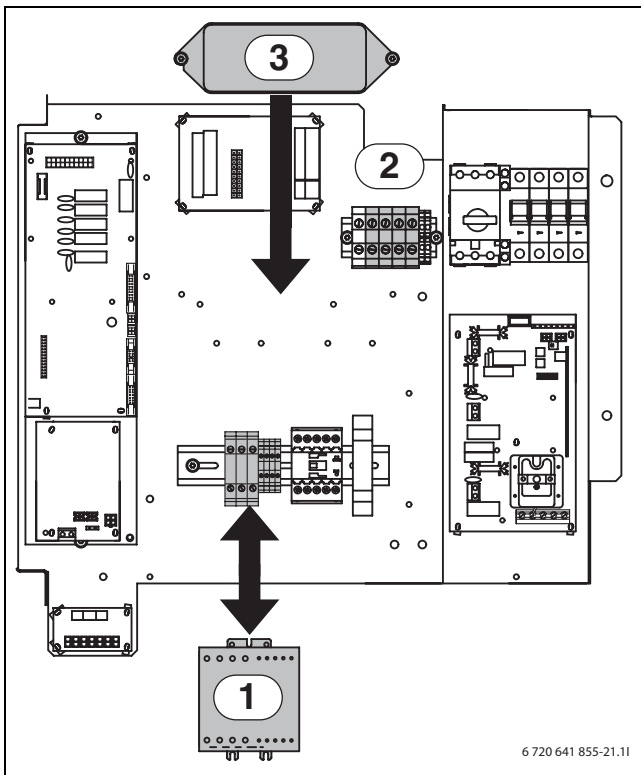

Bild 30 Montering av mjukstart och filter
1. (→ Bild 30, [1]) Kontrollera att kraftkablar ligger i följande ordning på kopplingsplintarna: L1 svart, L2 brun, L3 grå. Avlägsna kablarna och demontera plintarna.
2. (→ Bild 30, [2]) Demontera markerade kopplingsplintar. (N, L1, L2, L3)
3. (→ Bild 30, [3]) Montera EMC-filtret i befintliga hål så Line in kommer på höger sida och Load out på vänster.